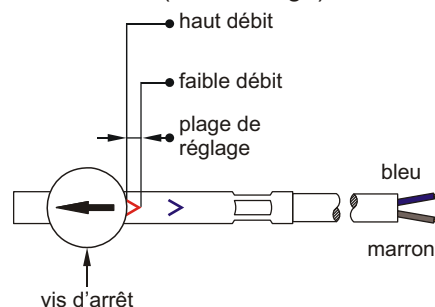
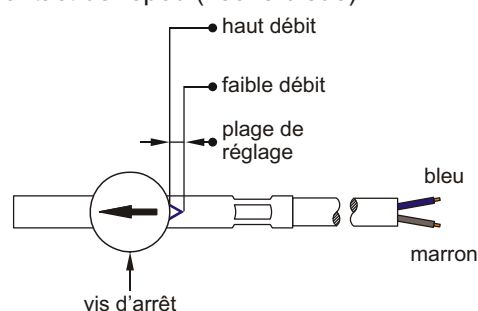

Fig. 20
Fig. 21
- ✚ Déplacer l'unité de commutation jusqu'à ce que la flèche rouge soit visible à l'entrée du guidage de l'unité de commutation si un contact de travail est désiré (Fig. 20) et la flèche blanche si un contact de repos est désiré (Fig. 21) (néant avec contact inverseur).